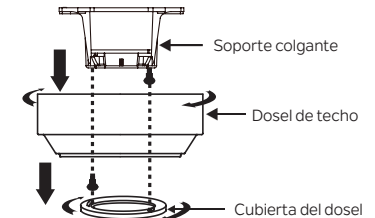

Fig. 5
Paso 1. Retire la cubierta inferior del dosel decorativo del dosel girando la cubierta en sentido contrario a las agujas del reloj. (Fig. 5)
Paso 2. Retire el soporte de montaje del techo del dosel quitando (y guarde uno de los dos tornillos. Afloje el tornillo restante en media vuelta. (Fig. 5)